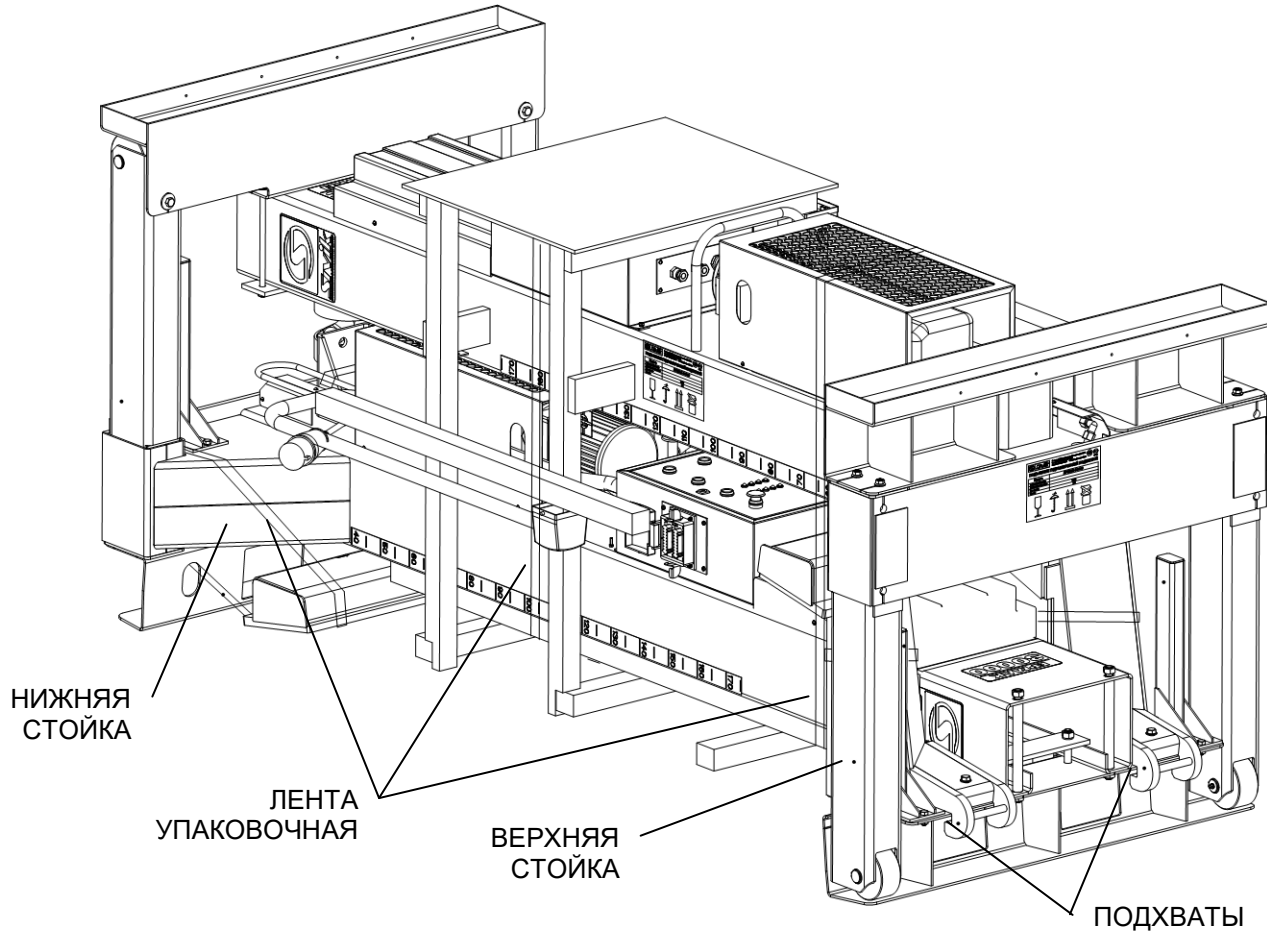

Рисунок 6.1 - Упаковочное место
6.1 Подъемник поставляется в частично разобранном виде и упакован в два (три) упаковочных места (рисунок 6.1). Сборка стоек подъемника должна проводиться специалистами, согласно рисункам 4.5Рисунок , 4.6Рисунок и 4.7Рисунок . Произвести перестановку опор 4 каждой стойки в той же комплектности как стояли при транспортировке и затянуть болтами 19. Установить упоры 23 и накладку 31 на место.